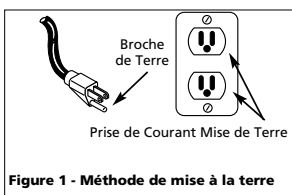

Figure 1 - Méthode de mise à la terre
- Ce produit est conçu pour l'utilisation d'un circuit de 120 volts et a une fiche de mise à la terre comme celle indiquée sur la Fig. 1. Assurer que le modèle est branché à une prise de courant qui a la même configuration que la fiche. Ce produit doit être mis à la terre. Dans l'événement d'un court-circuit, la mise à la terre diminue le risque de secousse électrique en fournissant un fil d'échappement pour le courant électrique. Ce produit est équipé avec un cordon qui a un fil de terre avec une fiche de terre. La fiche doit être